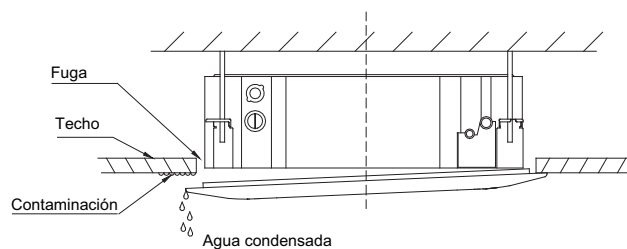

Fig.1-12
- El mal funcionamiento que se describe en la Fig. 1-12 puede causarse por una inapropiada estanqueidad.